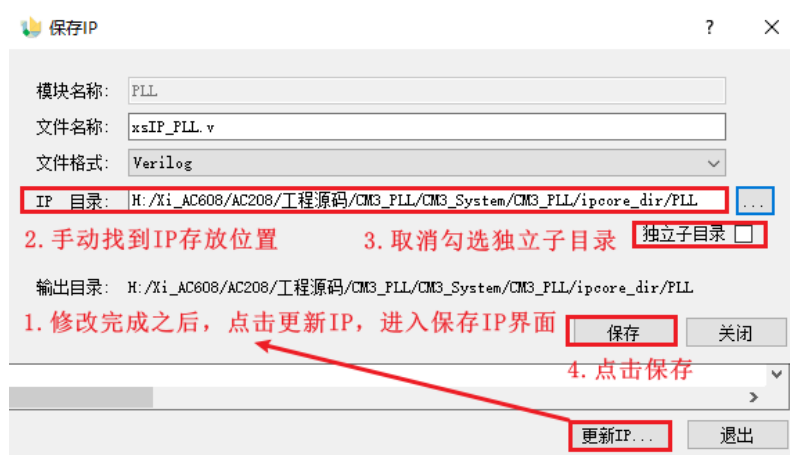

图 2.14 修改 IP 之后保存 IP 操作示意图
2. 不勾选独立子目录的生成。勾选独立子目录之后，会在我们选择的 IP 目录之下生成一个新的文件夹（新文件的名称和模块名称一样）。这将会导致 IP 路径保持一致，这里就需要我们取消独立子目录的生成，操作步骤如下图 2.14 所示。